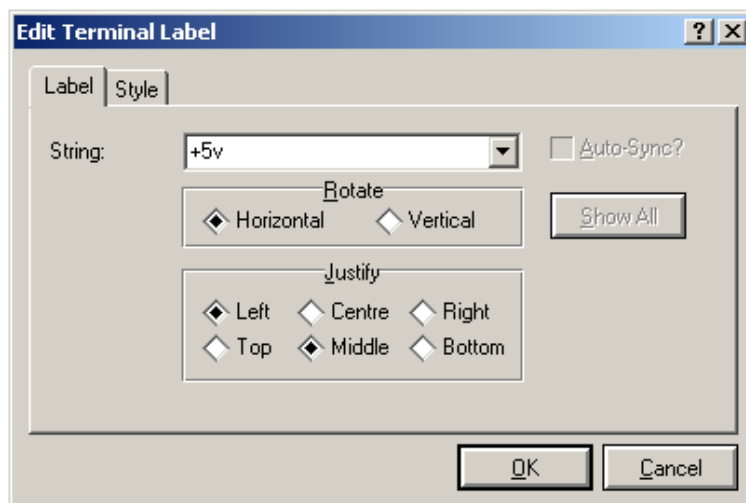

Рисунок 3.3 – Пример задания требуемого напряжения источника питания
5. Задать параметры терминалу Power. Двойным щелчком левой кнопки мыши по элементу Power (источник питания) открыть окно его свойств (рисунок 3.3), в появившемся окне во вкладке Label в графе string задать «+5V» или другое требуемое напряжение и нажать «ОК».